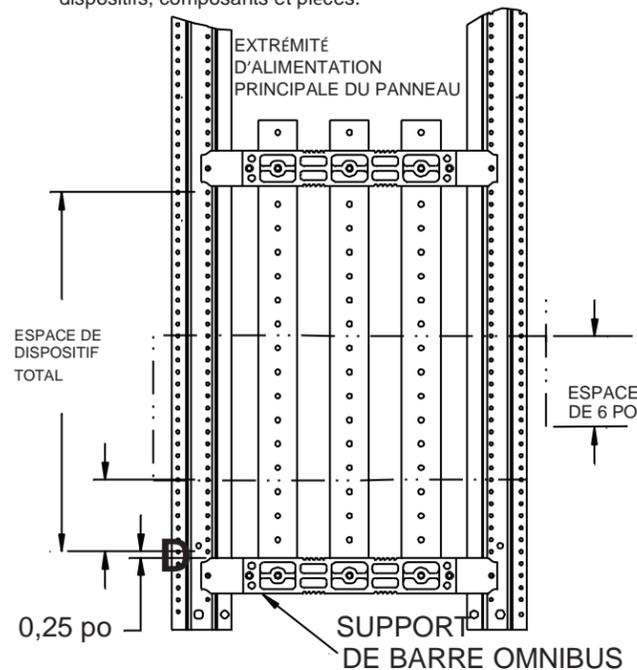

Figure 1
PRÉPARER LE PANNEAU (réf. Figure 1) :
3. Cet ensemble exige un espace de 6 po. Déterminez l'endroit où installer l'ensemble. La dimension **D** de localisation de l'ensemble à la figure 1 doit être un multiple de 3 po (0, 3, 6, etc.). Cette valeur peut être mesurée directement à partir d'une barrière de neutre, si elle est présente, ou d'un support de bus dans des panneaux sans neutre. Il est à noter qu'il faut ajouter 0,25 po à la dimension **D** lorsqu'on mesure à partir du support du bus (0,25, 3,25, 6,25 po, etc.).